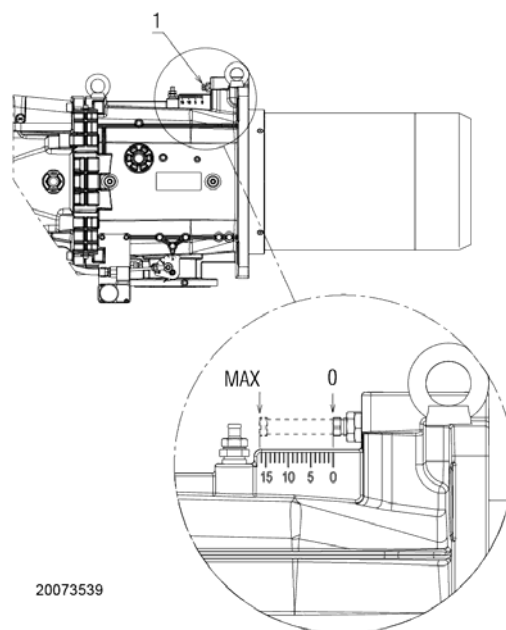

Рис. 18
Для того чтобы закрыть голову горелки, поворачивайте винт (1) по часовой стрелке (Рис. 18).